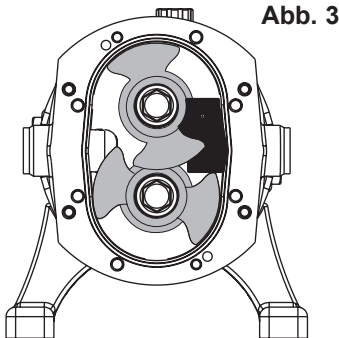

Abb. 3
21. Rotorschloß jeweils in Abb. 3 und 11 positionieren und die Lagersicherungsmuttern (50) festziehen bis das Lager nicht mehr nachgibt.
22. Rotoren (35) wie in Abschnitt 4.2. beschrieben, von den Wellen entfernen.
24. Kontrollieren, dass das Drehmoment beider Antriebswellen (38) und der Nebenwelle (39) mit der Tabelle in Abschnitt 6.1 übereinstimmt. Das Drehmoment ohne Lippendichtringe messen. Während der Messung müssen die Lager mit WD40, geschmiert werden. Kontrollieren, dass die Wellen frei drehen können.
25. Wenn das Drehmoment nicht mit den Spezifikationen in Abschnitt 6.1 übereinstimmt, die Muttern (50) justieren und den Vorgang wiederholen bis das richtige Drehmoment erreicht wird.
26. Flügel auf Scheiben (49) biegen.
27. Sicherungsring (51), Abstandring (52) und Zahnradfeder (40) auf die Wellen (38, 39) montieren.
29. Öldichtungsplatte (10) mit Lippendichtringe (42) wie in Abschnitt 4.7.1 beschrieben und Rotorgehäuse wie in Abschnitt 4.3.1 beschrieben montieren.
30. Rotoren (35) wie in Abschnitt 4.2.1 beschrieben montieren. Kontrollieren, dass die stationären Flachdichtungen (D) und die O-Ringe (C) im Rotorgehäuse (9) montiert sind. Wellenabdichtungen (B, D) auf Unreinheiten/Risse kontrollieren.
31. Gehäuse (26) wie in Abschn. 4.4.1 beschrieben montieren.